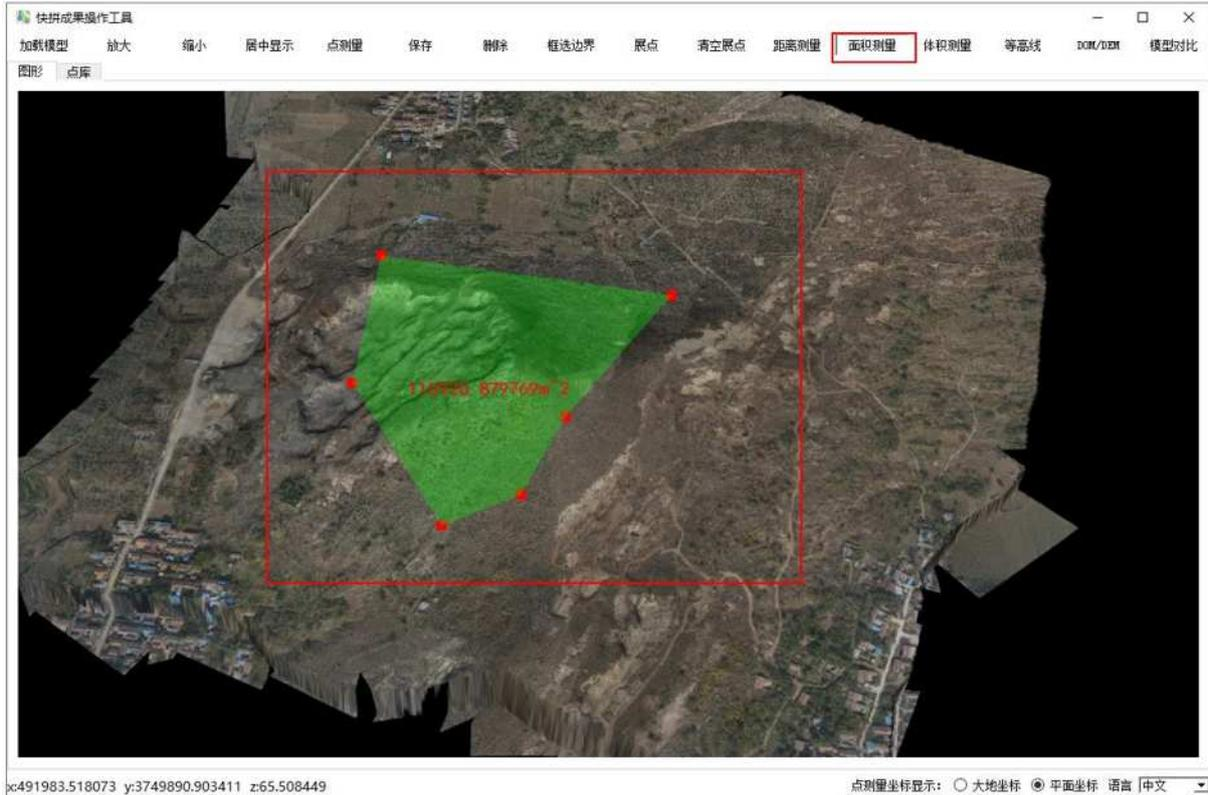

图 2-59 面积测量
- 12) 用户点击“面积测量”开启面积测量模式，使用鼠标依次点击模型上多个点，软件实时显示这些点构成的多边形并标记该多边形面积，双击则结束本次测量，如图 2-59 所示，若用户再次点